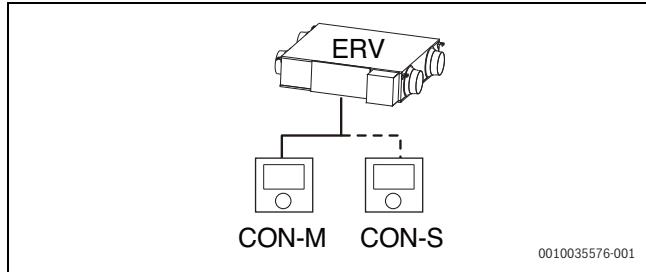

Fig. 16 Unidad ERV individual
- ERV individual, controlado por uno o dos reguladores (maestro/esclavo) (→ fig. 16).